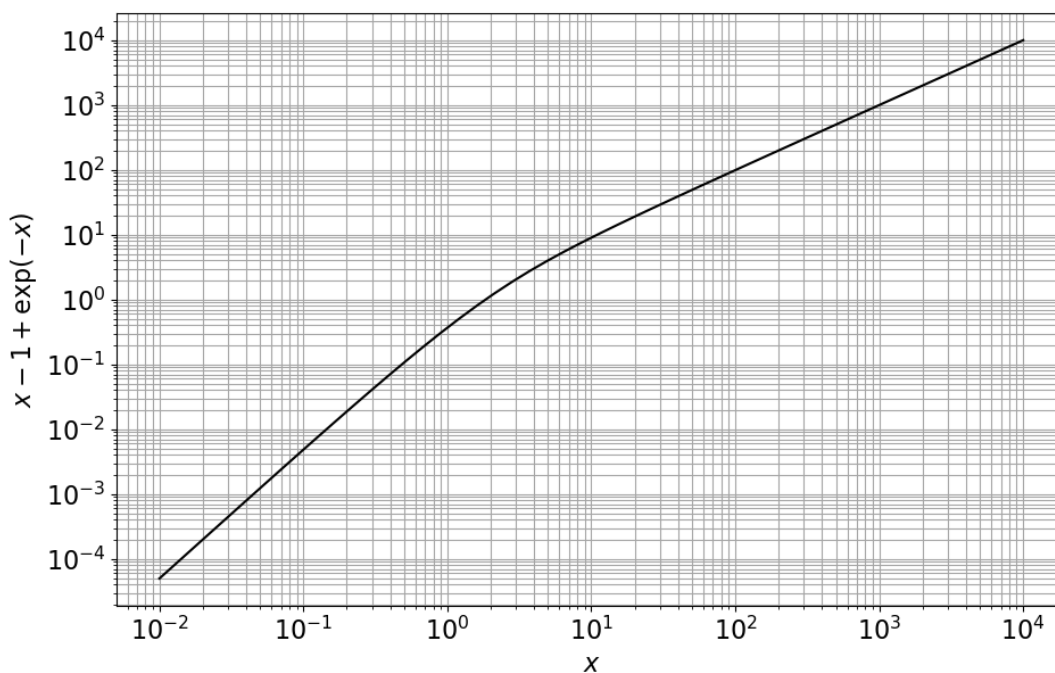

FIGURE 3: Représentation graphique de la fonction  $f$  en échelle log-log.
On donne Figure 3 la représentation graphique, en échelle log-log, de la fonction
6. Déterminer graphiquement la valeur prise par  $\tau_s$  pour les sables  $r = 2 \text{mm}$ . Vous complétez la reproduction de la figure 3 présente en annexe de l'épreuve et vous explicitez avec précision toutes les étapes de votre démarche.
7. Faire une approximation de  $f(x)$  lorsque  $x \gg 1$ . Cela se confirme-t-il sur le graphe de la figure 3 ?